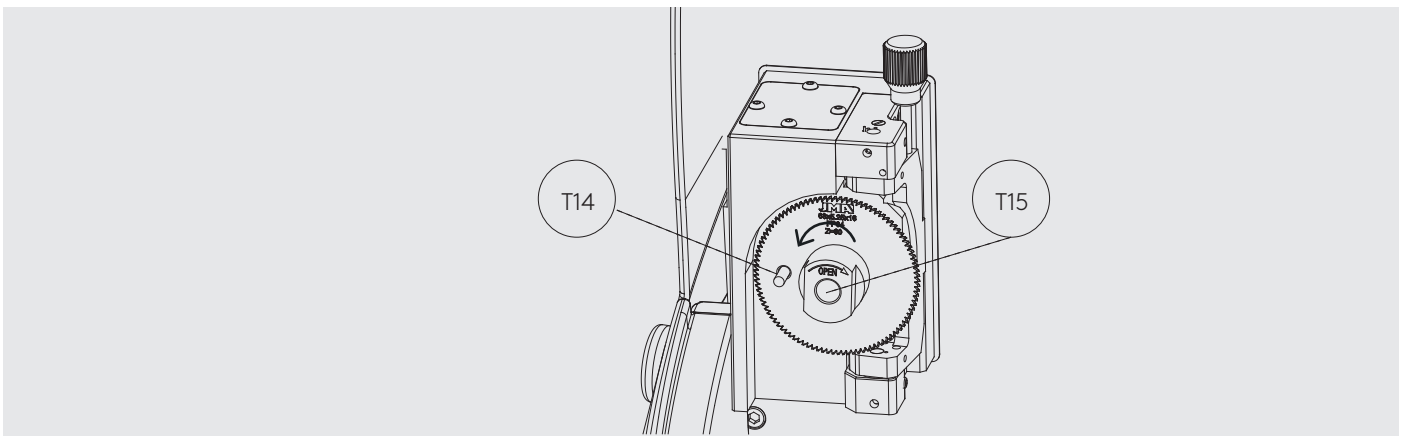

Fig.31
- 3) Introducir la varilla de bloqueo (T14), la cual está en la caja de accesorios. (Fig.31)
- 3) Insert the securing rod (T14) that you will find in the accessories box. (Fig. 31)